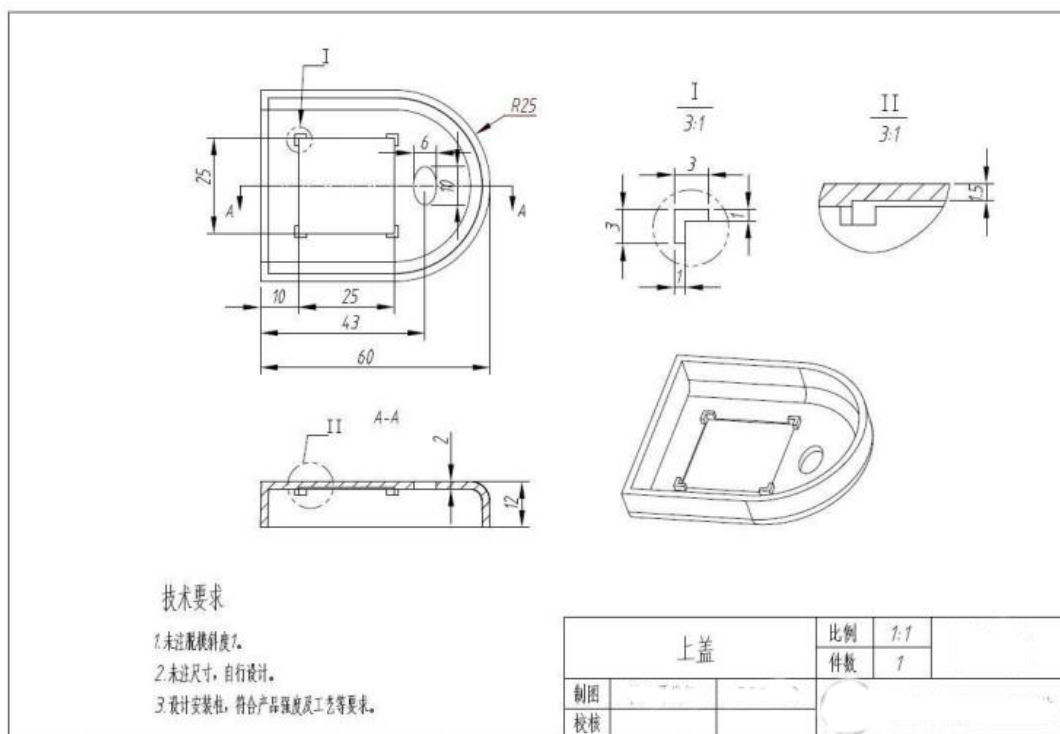

图 2-5-1 上盖
按照图2-5-1 的要求，根据以下参考图，按规定完成工业机器人系统三维建模。
2) 根据图 2-5-1 对产品进行外形设计。